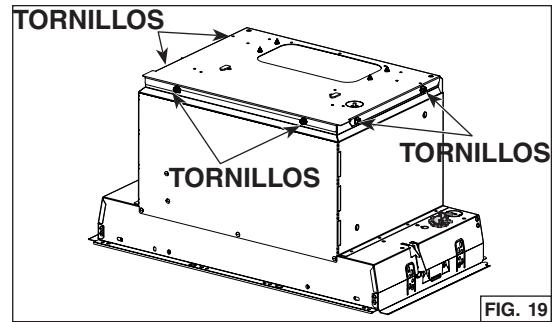

FIG. 19
7. Quite los 6 tornillos (2 en la parte delantera y 2 por lado) manteniendo esta placa a la parte superior del aparato (FIG. 19). Levante cuidadosamente el ventilador y la placa de soporte y póngalos a un lado. El ventilador y su placa luego se reinstalará en el aparato.